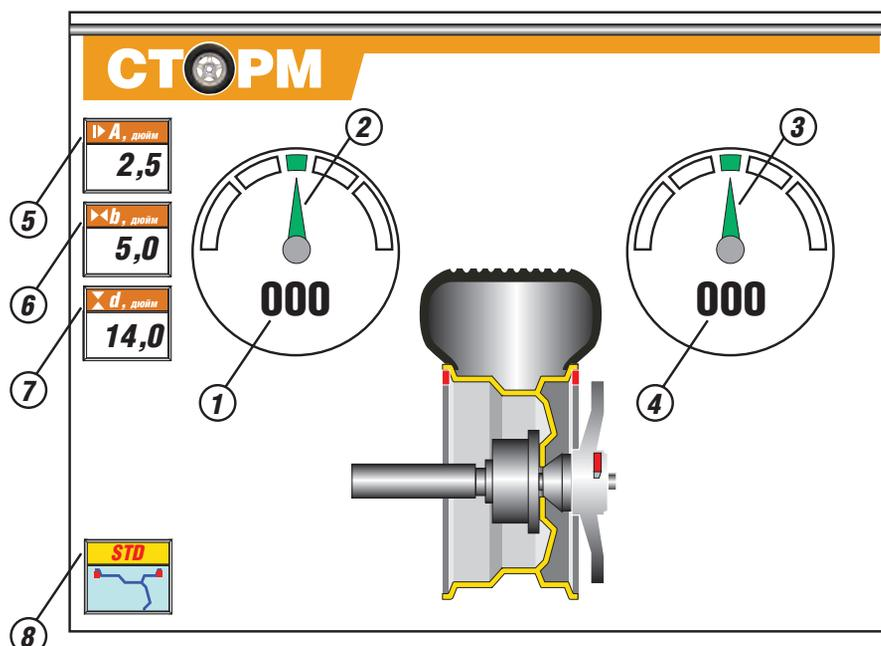

рис. 8.2
8.1.3. Кнопка "ALU". Последовательное нажатие этой кнопки переключает программы: STD ("стандартная динамическая"), ALU1 - AUL5, St (статическая балансировка) и ALU-R. Схема установки грузиков показывается соответствующим изображением грузиков на сечении колеса и в окне 8(рис.8.2).
После прогрева монитора и загрузки компьютера СБ на экране устанавливается рабочая картинка (см.рис.8.2)
При включении питания СБ автоматически устанавливаются исходные параметры " d " и " b ", записанные в памяти компьютера СБ, которые отображаются на индикаторах в окнах 6 и 7 (рис.8.2.) соответственно.
При выдвигании штанги в окне 5 (рис. 8.2) отображается значение дистанции. Значение параметра "d" отображается в окне 7.
Ширина обода отображается в окне 6 (рис. 8.2). Если считанная с обода или измеренная ширина отличается от показаний в окне 6, то кнопками "-" и "+" установить требуемое значение ширины.
Дважды нажать кнопку "A, d, b", после чего окно 5 (рис.8.2) начинает мигать. Нажимая кнопки "-" и "+" установить в окне 5 требуемую величину дистанции. Через 2-3 сек после установки дистанции кнопки "-" и "+" возвращаются в режим ввода ширины обода.
11.2. Переключение схем ALU1-ALU5 осуществляется последовательным нажатием кнопки "ALU" при этом схема установки грузов отображается соответствующим схематическим изображением грузов на сечении колеса и в окне 8 (рис. 8.2.).
Выход из программ ALU последовательным нажатием кнопки ALU до появления в окне 8 символов "STD" (см. рис. 8.2).
12.2. При включении СБ программа измерения дебаланса настраивается таким образом, что дебаланс менее 8 г (заводская установка) на любой плоскости коррекции не показывается, в этом случае в окнах 1 и 4 (рис. 8.2) высвечиваются "0". Минимальный дебаланс отображающийся в окнах 1 и 4 равен 8г. Дебаланс, превышающий 8г, округляется до величины кратной 5, т. е. дебаланс 9, 10, 11 и 12 г отображается цифрой 10, дебаланс 13, 14, 15, 16 и 17 г - цифрой 15 и т. д. Для просмотра неокругленного значения дебаланса или дебаланса менее 8г. необходимо нажать кнопку "<", при этом в окнах 1 и 4 на 2-3 сек высвечиваются фактические значения дебаланса, определенные в данном запуске.
12.3.4. Для проверки результатов балансировки снова запустите СБ. Если колесо отбалансировано правильно, на индикаторах 1 и 4 (рис.8.2.) отображаются "0".
Если в положении колеса, когда стрелки 2 или 3 (рис.8.2) окрашены зеленым цветом, первоначально установленный груз по соответствующей плоскости находится в зоне А, вместо него следует поставить более тяжелый груз. Если в зоне Б, вместо него следует установить более легкий груз. Если груз находит-